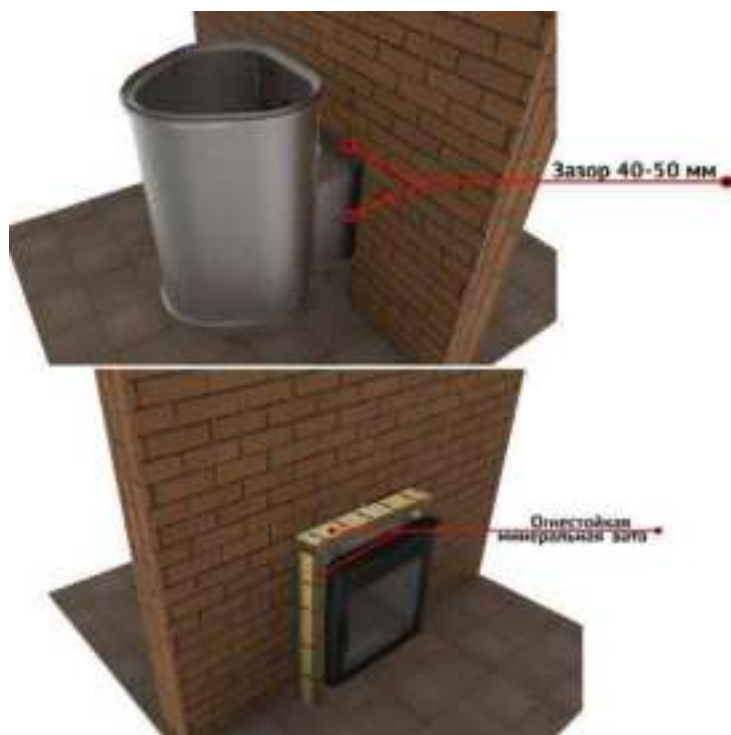

Рисунок 8.2.3. Схема установки печи «Сквозь стену»
8.2.7. Выкрутите шурупы-саморезы на передней панели и снимите фасад печи с полкой. Установите печь в парильное помещение на подготовленное основание тоннелем в стену (см. рис. 8.2.3. стр. 25). Уплотните пространство между тоннелем и стеной с помощью огнестойкой минеральной ваты. Установите портал на своё место и закрепите его.